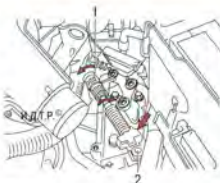

Рис. 6.7. Крепление троса привода управления автоматической коробкой передач: 1 – муфта крепления вилочки троса; 2 – поджимный наконечник троса
1. Управляют автоматической коробкой передач с помощью одного троса, а не двух (для МКП). Для его отсоединения от коробки передач снимите наконечник 2 (рис. 6.7) троса с шарового пальца рычага multifunctional переключателя, преодолевая упругое сопротивление его фиксатора. Поверните половины муфты 1 в направ-